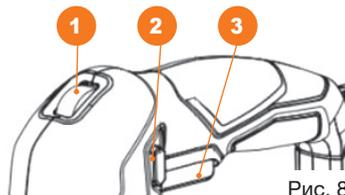

Рис. 8
- Отпустите кнопку блокировки включения **2**, продолжая держать нажатым клавишу включения **3** для проведения работы с изделием (Рис. 8).